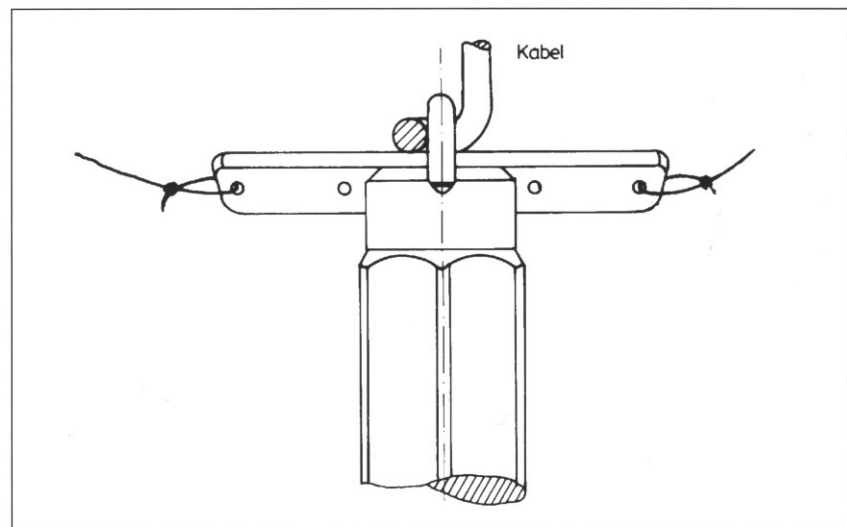

Bild 4.1b
4.1a). Vorsicht: nicht abquetschen! Ein seitliches Verspannen mit dünnen Hilfsseilen an der Traverse vermeidet ein Verdrehen des Mikrofons (Bild 4.1b).